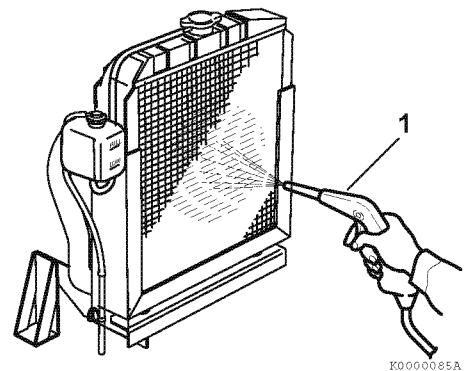

Figure 8
Il convient de noter qu'un radiateur caractéristique est représenté dans la **Figure 8** uniquement à titre d'illustration.
- Évacuez par soufflage les impuretés et les poussières des ailettes et du radiateur avec de l'air comprimé à une pression maximum de 28 psi (0,19 MPa, 2 kgf/cm² (1, **Figure 8**)). Faites attention de ne pas endommager les ailettes avec l'air comprimé.